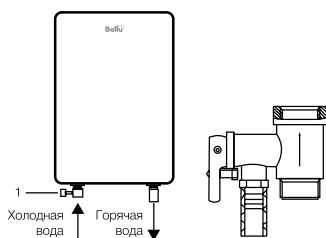

Рис. 5
- Предохранительный обратный клапан не следует устанавливать в месте входа холодной воды (см. рис. 5).